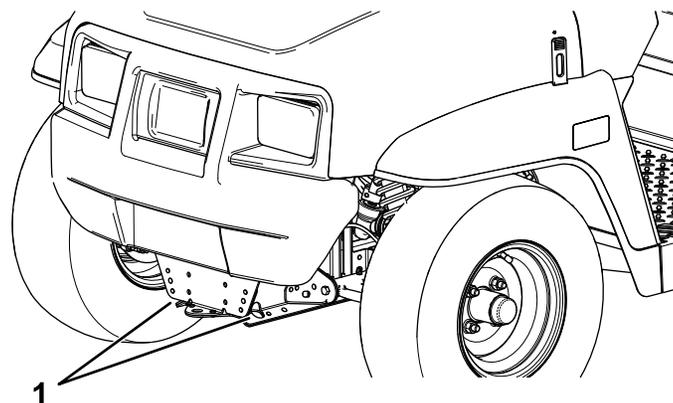
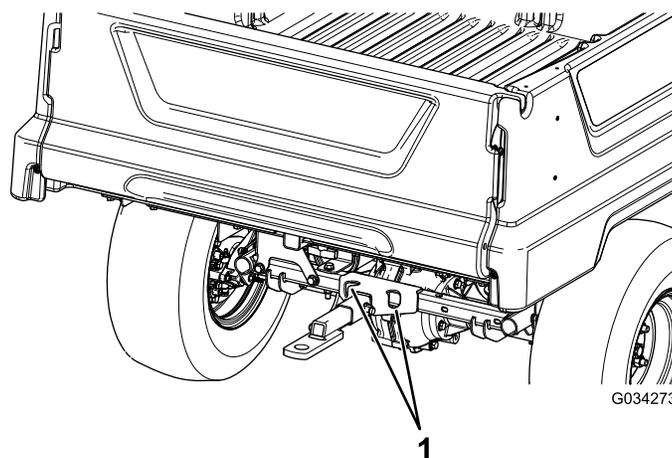

Рисунок 19
Рисунок 20
См. местонахождение точек крепления автомобиля на Рисунок 19 и Рисунок 20.
2. Прикрепите буксирный трос к сцепному устройству в передней части рамы автомобиля (Рисунок 19).